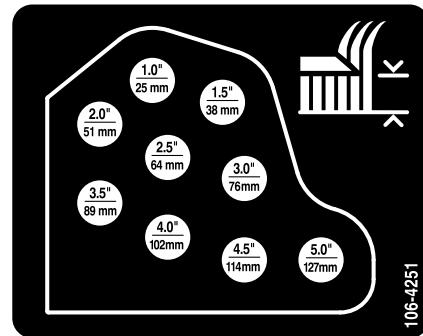

Bild 20
11. Montieren Sie die Schnitthöhenketten im gewünschten Schnitthöhenloch und befestigen Sie sie mit dem Splint und dem Lastösenbolzen (Bild 20).